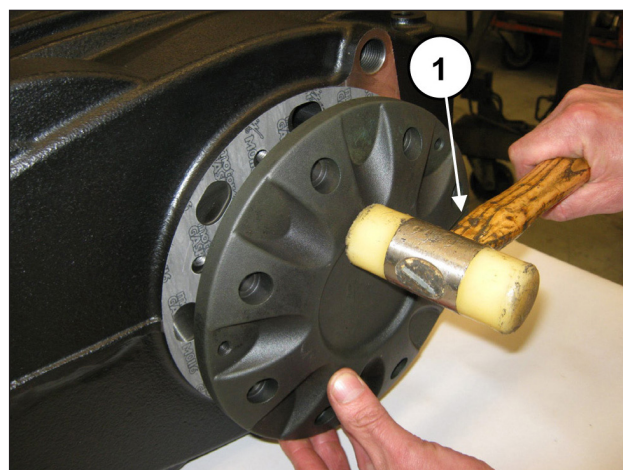

Fig. 59
Montar la tapa del cojinete (y la junta) utilizando una herramienta de percusión (pos. ①, Fig. 59)